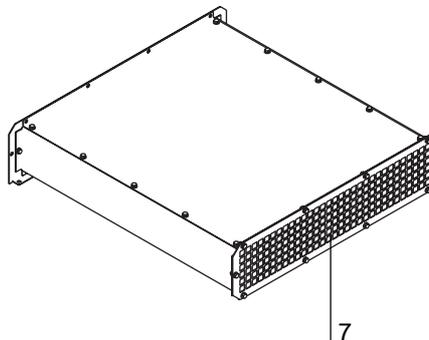

Fig. 32
8.5 Condotto di scarico della sovrappressione dei gas (fig. 32)
- si apre la valvola di sovrappressione (2) e il gas defluisce nel condotto di scarico (6);
- il flap (4) resta chiuso impedendo il passaggio dei gas verso il camino (5);
- il gas esce dalle bocche di scarico (7) del condotto.
8.5 Exhaust duct for gas overpressure (fig. 32)